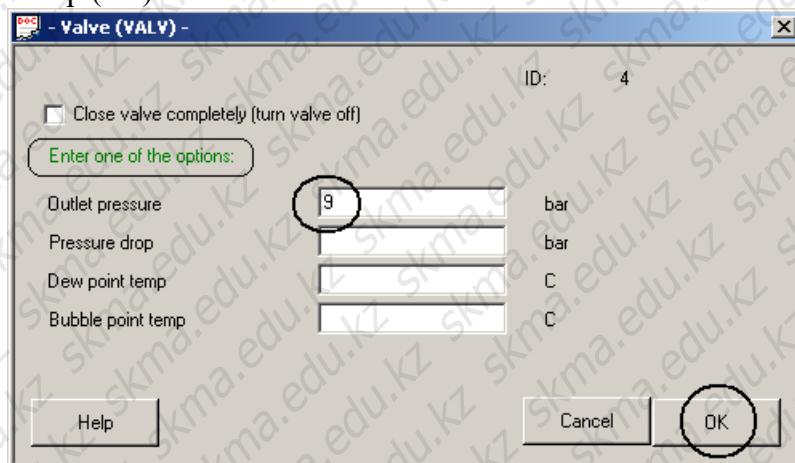

Рис. 3. Настройка клапана ID №4.
- Для клапана. (См. Рис. 3). Давление на выходе из клапана соответствует **9 бар (bar)**. В окне ввода параметров в поле **Outlet pressure (Давление на выходе)** ввести значение **9 бар (bar)**.